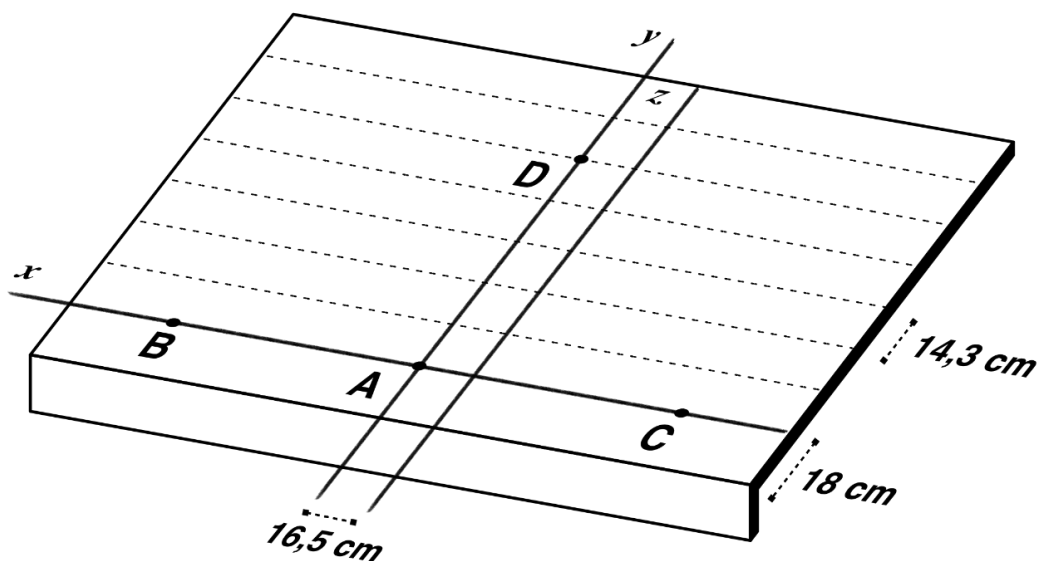

Fig. 3 - Tracciatura della falda [cm]
- Tracciare delle linee orizzontali e parallele a **x**, ad una distanza fra loro di 14,3 cm, fino ad arrivare al colmo - vedi Fig. 3.